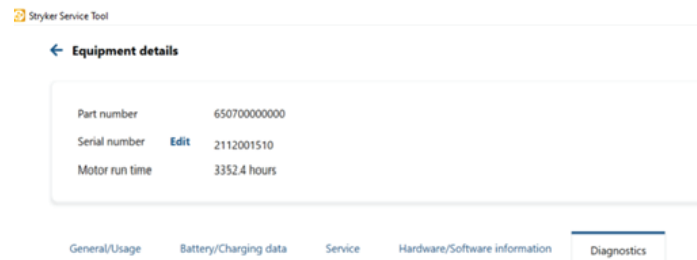

Figure 8 – Se connecter via USB
7. Pour Power-PRO 2 (6507), cliquer sur **Connecter via USB** (Figure 8). Cliquer ensuite sur **Diagnostics**.